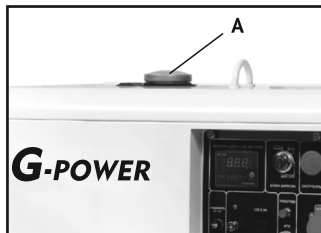

Рис. 5
- Открыть крышку топливного бака (рис.5, **A**).